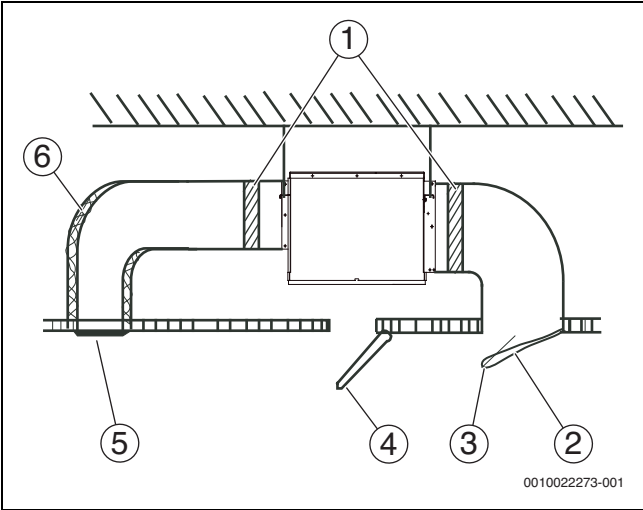
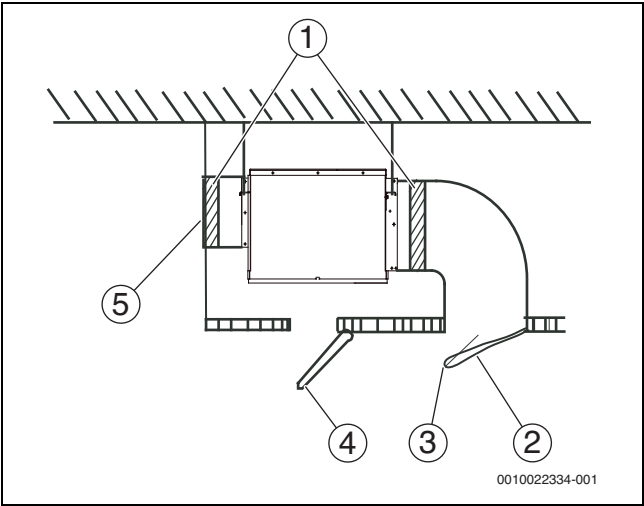

Fig. 168 Unidad de conducto con requisitos de presión estática
Fig. 169 Unidad de conducto sin requisitos de presión estática.
- 6. Conectar el tubo de aire tal como se visualiza en la fig. 168 o 169. Preparación in situ requerida para todos los componentes, exceptuando el equipo.
Leyenda fig. 168 y fig. 169: